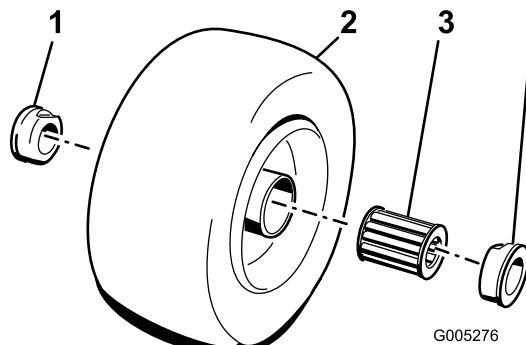

Bild 19
2. Nehmen Sie eines der äußereren Lager aus der Radnabe heraus und lassen das innere Lager herausfallen (Bild 19). Entfernen Sie das Lager aus der gegenüberliegenden Seite der Radnabe.